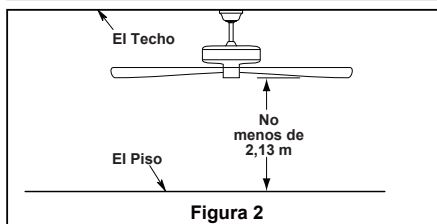

Figura 2
Caja profunda (Figura 2)
2. Coloque las palas a través de las ranuras en la cubierta del motor y fije la unidad del motor usando los tornillos de cabezal de arandela #8-32 y las arandelas de fibra. Asegúrese de que los tornillos fijen adecuadamente las palas al centro del motor estando éstas colocadas correctamente. (Figura 2)
- ☐ 2. Retire el clip de horquilla y pasador de horquilla de la parte inferior de la bola para colgar. Retener el pasador y clip para la instalación en el paso 4. (Figura 2)
Debe colgar el ventilador a una distancia mínima de 2,13 m desde las aspas hasta el piso. (Figura 2)
Para evitar una posible descarga eléctrica, asegúrese de cortar la alimentación eléctrica de la caja de fusibles principal antes de alambrado el ventilador. (Figura 2)
- ☐ 2. Coloque y ajuste firmemente la cubierta para el tornillo de la base sobre los tornillos de reborde de la abrazadera para colgar mediante el mecanismo de seguro por giro del chavetero. (Figura 2)
- ☐ 2. Extraiga los tres tornillos de la ensamble de kit de luz. Guárdelos para el paso 4. (Figura 2)
- ☐ 2. Restaure la fuente de alimentación de la toma de corriente enciendo la electricidad del fusible principal. (Figura 2)